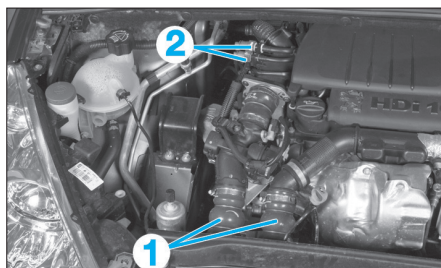

Fig. 7
- les raccords d'air (1) (Fig.7).
- Désaccoupler les conduites de carburant (2).